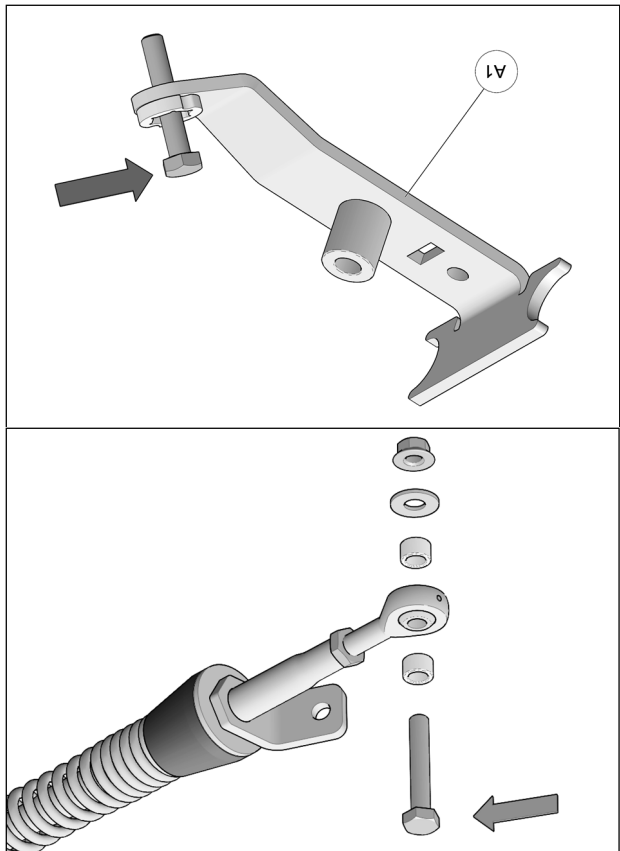

Fig. 12
4. Enlever les boulons, les rondelles et les espaceurs des rotules des bras stabilisateurs des systèmes avant. Insérer un boulon à l'extrémité de chacun des ancrages de suspension avant (A1). Fig. 12